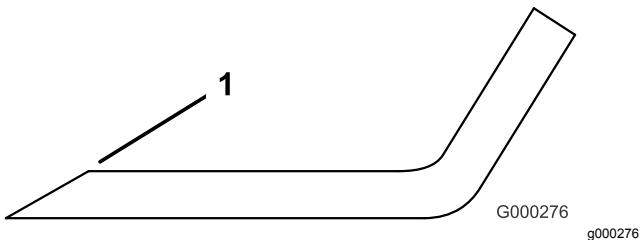

Bild 111
3. Prüfen Sie die Schnittkanten aller Messer und schärfen die Kanten, wenn sie stumpf sind oder Kerben haben (Bild 111).
Hinweis: Schärfen Sie nur die Oberseite der Schnittkante und behalten Sie den ursprünglichen Schnittwinkel bei, um die Schärfe des Messers zu gewährleisten (Bild 111). Das Schnittmesser behält seine Auswuchtung bei, wenn von beiden Schnittkanten die gleiche Materialmenge entfernt wird.